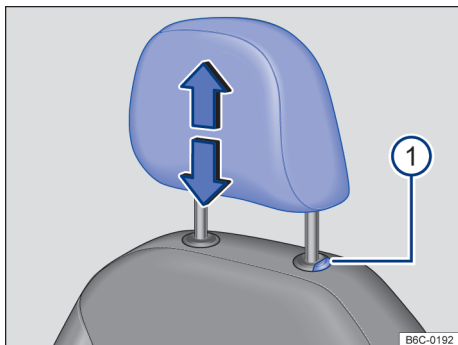

Fig. 70 Apoio para cabeça dianteiro: desinstalar.
- Retirar o apoio para cabeça com o botão → Fig. 70 ❶ pressionado.
- Empurrar o apoio para cabeça totalmente para baixo com o botão → Fig. 70 ① pressionado.